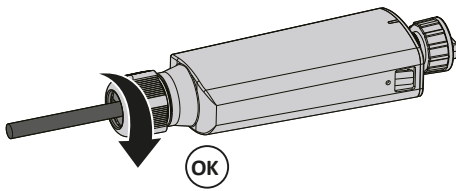

Abb. 31. Dichtung anbringen und Kabelverschraubung anziehen
4. Schließen Sie das Gehäuse mithilfe der beiden Verriegelungslaschen und ziehen Sie die Kabelverschraubung an [ W\_16/  2 Nm] (siehe Abb. 31).